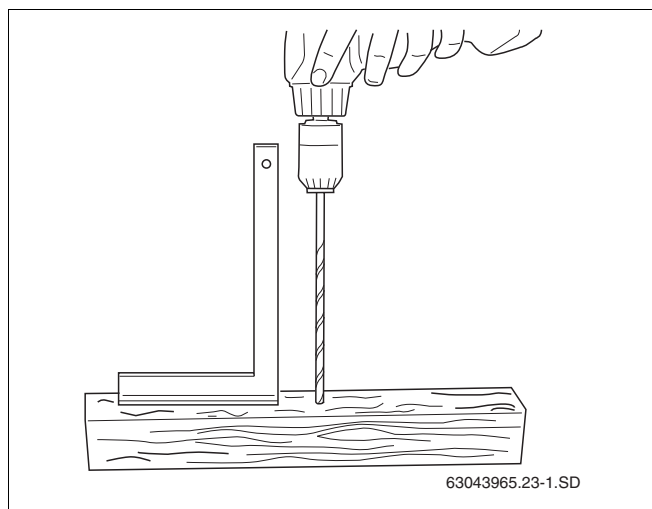

Fig. 22 Fabriquer un gabarit de perçage
- Prenez une pièce de bois équarri d'env. 0,50 – 1,00 m de long. Percez un passage (Ø 6 mm) verticalement dans la pièce de bois équarri (fig. 22).